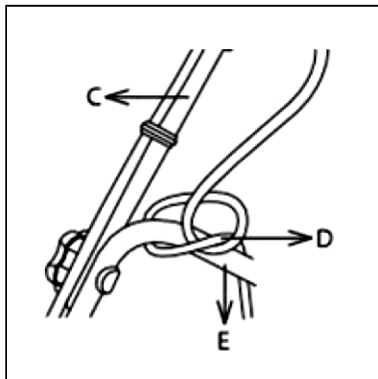

Рис. 15
- Закрепите электрический кабель, как показано на рисунке, для предотвращения его отсоединения (См. рис. 15).